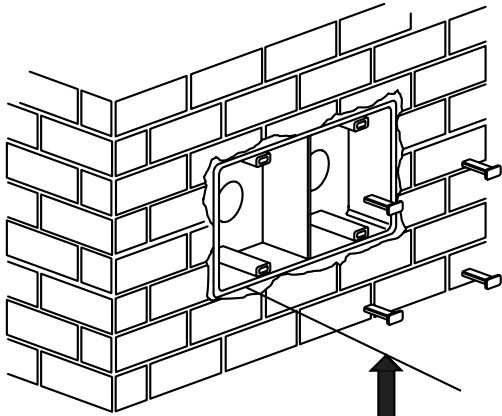

Fig. 1
- Fig. 1 - Murare la scatola da incasso Art. 7149 ad un'altezza di circa m.1,40 dal pavimento.
- Fig.1 - Sceller le boîtier d'encastrement Art.7149 à environ 1,40 m du sol.